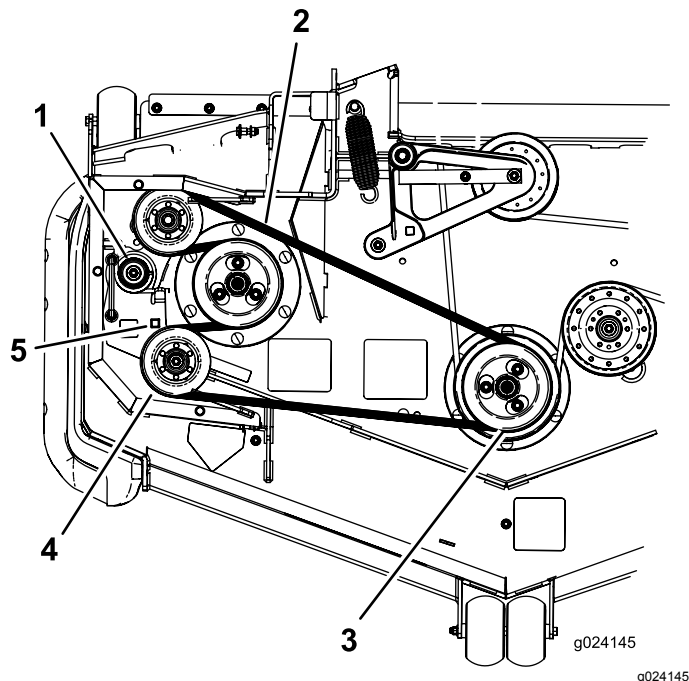

Figura 93
9. Utilize uma lingueta no orifício quadrado no braço intermédio para retirar a tensão da mola intermédia (Figura 93).
10. Retire a correia da polia da plataforma do cortador (Figura 93).
11. Retire a correia das restantes polias (Figura 93).
13. Utilizando um trinco no orifício quadrado, retire a tensão da mola e passe a nova correia em torno da polia intermédia (Figura 93).